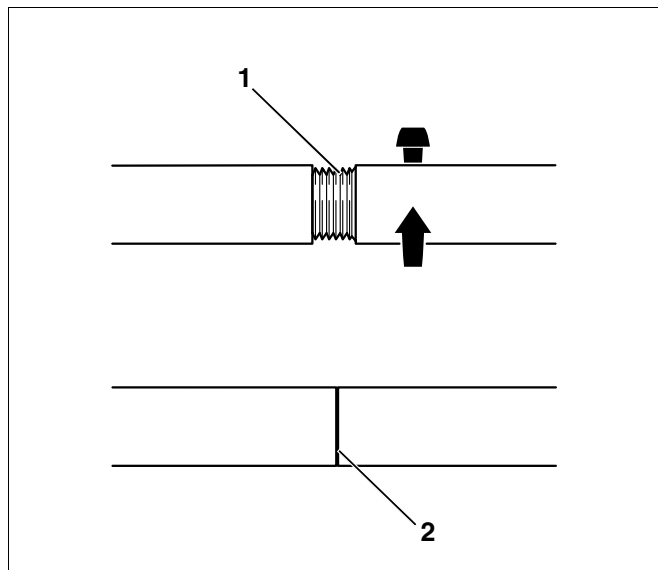

Fig. 20 Kedelsamleværktøj 2.3
- Kontrollér altid dette, før du bruger spindlerne, og efterspænd om nødvendigt. Når spindelen er skruet helt ind, og der ikke er noget gevind synligt, er den korrekt placeret (fig. 20, **pos. 2**).
- Hold gevindet (fig. 20, **pos. 1**) rent. Tilsmudsede gevind kan beskadige samleværktøjet under sammenpresningen.